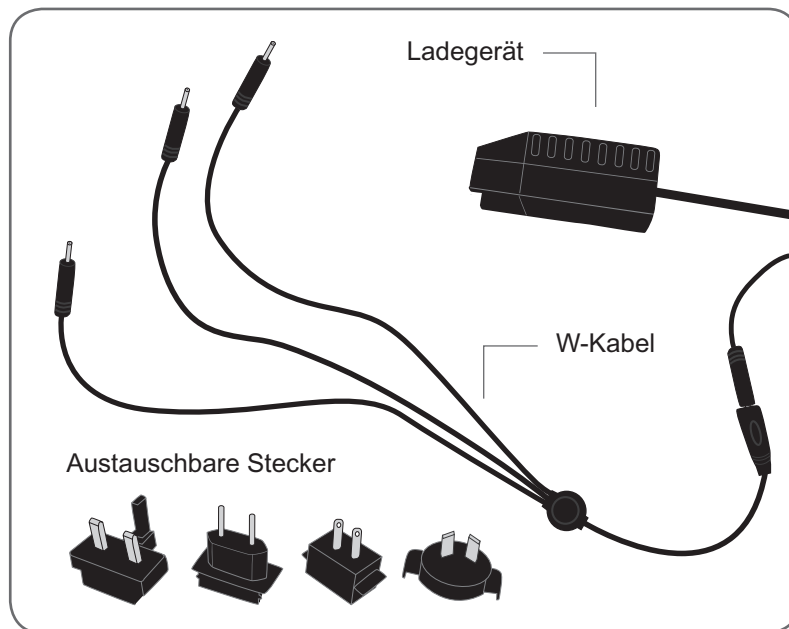

Abbildung 9-2: Systemladegerät
1. Wählen Sie einen geeigneten Stecker aus (siehe Abbildung 9-2). Schieben Sie dann den Stecker in das Ladegerät.